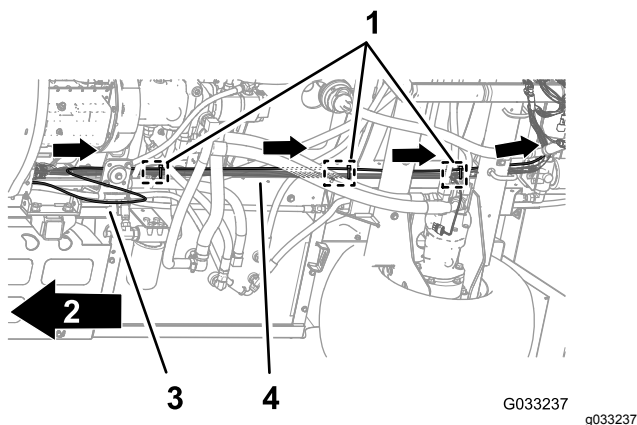

Figura 94
1. Disponete il tubo di rilevamento della pressione per il manometro del cruscotto lungo il cablaggio preassemblato posteriore della macchina (Figura 94).
2. Fissate il tubo di rilevamento della pressione al cablaggio preassemblato posteriore con 3 fascette per cavi adiacenti ai 3 dispositivi di fissaggio nei punti di ancoraggio dello chassis per il cablaggio preassemblato posteriore (Figura 94).